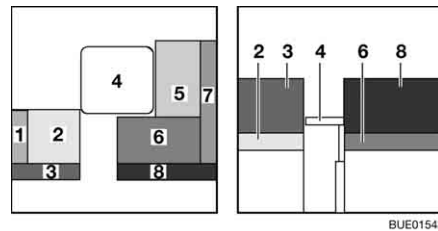

Fig. 139 Prima della trasformazione
- Trasformare il tavolo (Fig. 139,4) in struttura di supporto letto (vedi paragrafo 6.12).
- Rimuovere il cuscino dello schienale (Fig. 139,1) e riporlo.